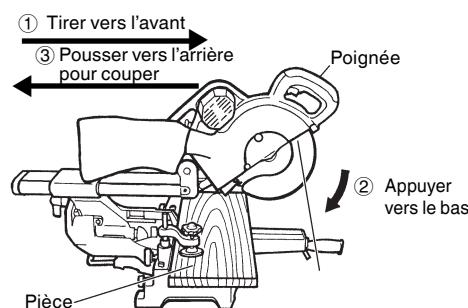

Fig. 28
Puis, appuyer sur la poignée et ramener la lame vers l'arrière pour couper la pièce comme indiqué à la Fig. 28. Cela facilitera la coupe des pièces d'une hauteur allant jusqu'à 3-11/32" (85mm) et d'une largeur allant jusqu'à 12-9/32" (312mm).
- * Lors d'une coupe avec chariot, procéder comme indiqué à la Fig. 28.